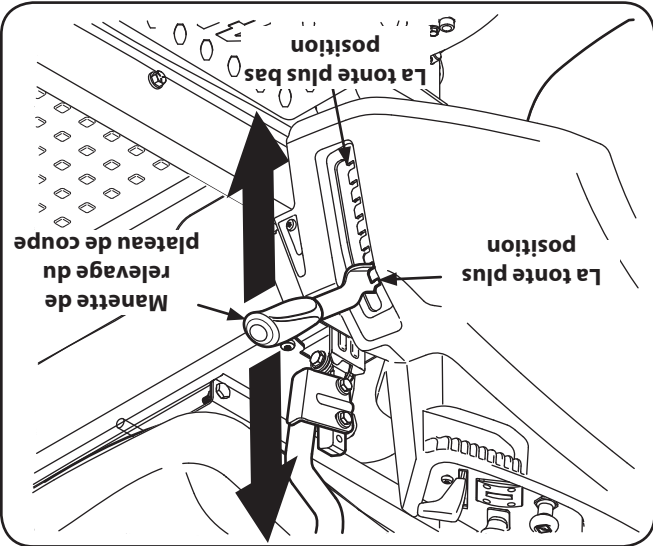

Figure 7-3
9. Vérifiez que la courroie trapézoïdale passe bien sur les poulies à fusée du plateau de coupe et que l'arrière de la courroie est bien appuyé contre les poulies de tension fixe et mobile. Voir la figure 7-3.
1. Utilisez la manette de relevage du plateau de coupe pour relever celui-ci à la position la plus haute qui procure la position la plus horizontale de la courroie entre les poulies de tension du plateau de coupe et la poulie de la prise de force à la base du moteur. Voir la Figure 7-3.
5. Abaissez le plateau de coupe au sol avec la manette de relevage du plateau. Voir la Figure 7-3.